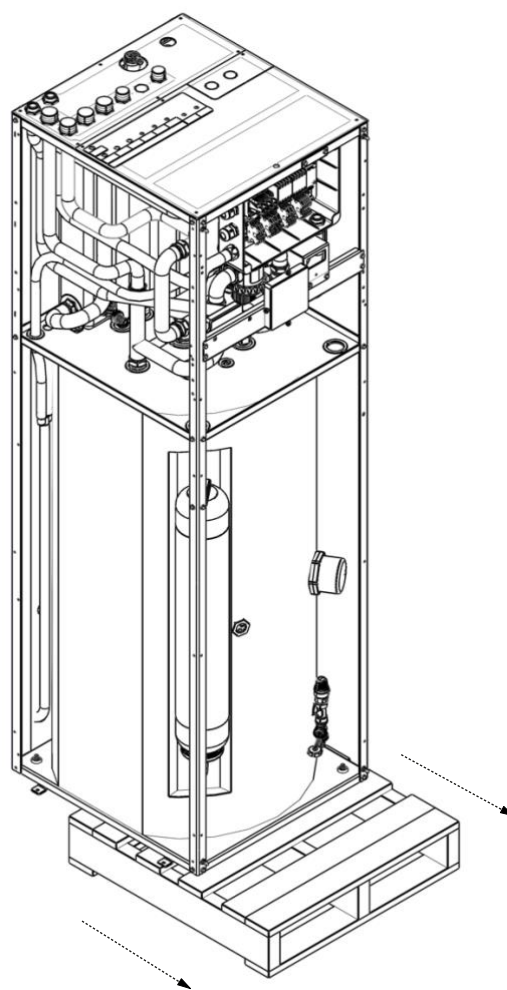

Fig. 1-4
- Quattro persone tengono la macchina per il sollevamento della lamiera, una di loro tira la base di legno (cfr. Fig. 1-4).